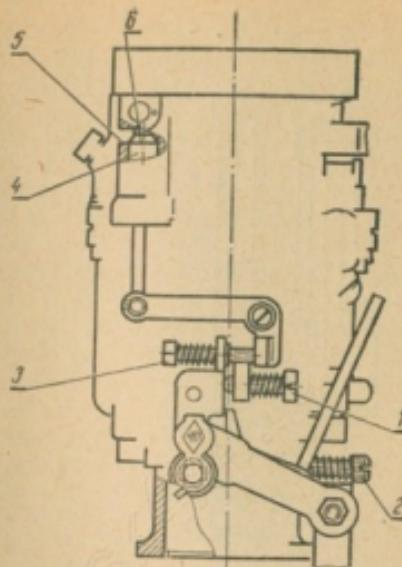

Рис. 45. Регулировочные винты:
1. Винтом 1 (рис. 45) предварительно установить обороты холостого хода, равные 550—600 об/мин.